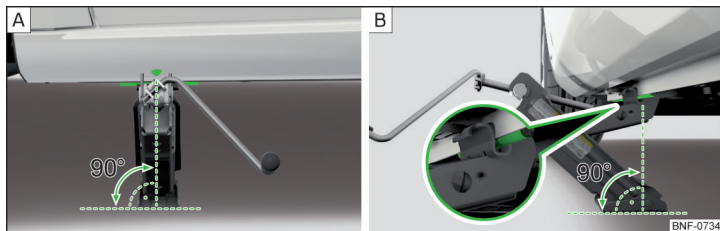

Fig. 155 Colocar el gato
- Apoye la placa de base del gato con toda la superficie en un suelo recto de la manera que el gato se encuentra en posición vertical respecto a la travesa de toma » fig. 155 - [A].
- Gire el gato con la manivela hacia arriba hasta que la garra se encuentre en el larguero » fig. 155 - [B].